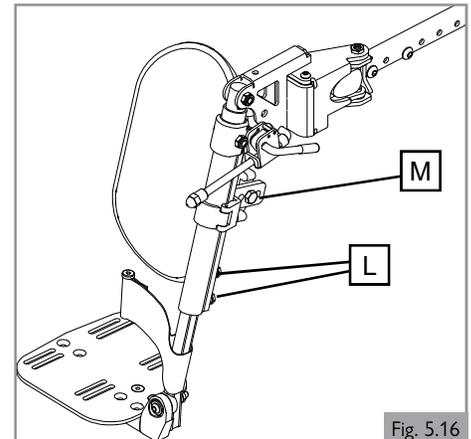

Fig. 5.16
5.11 Ajuste del reposapiernas elevable (opcional) (Fig. 5.16)